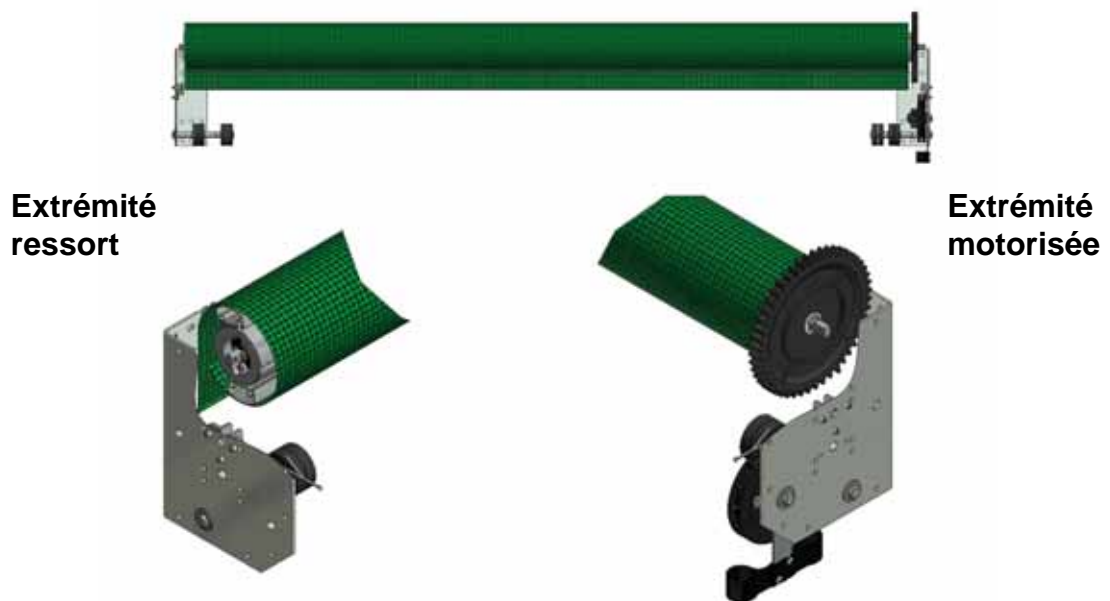

Figure 7, placer le tube supérieur dans les supports (l'illustration représente un entraînement à droite)
6. Lorsque vous levez l'ensemble de rouleau sur les supports supérieurs, assurez-vous que les arbres glissent intégralement sur la base des supports (figure 7). Bloquez les arbres en place à l'aide des goupilles fendues M4 x 75 fournies (Y1).